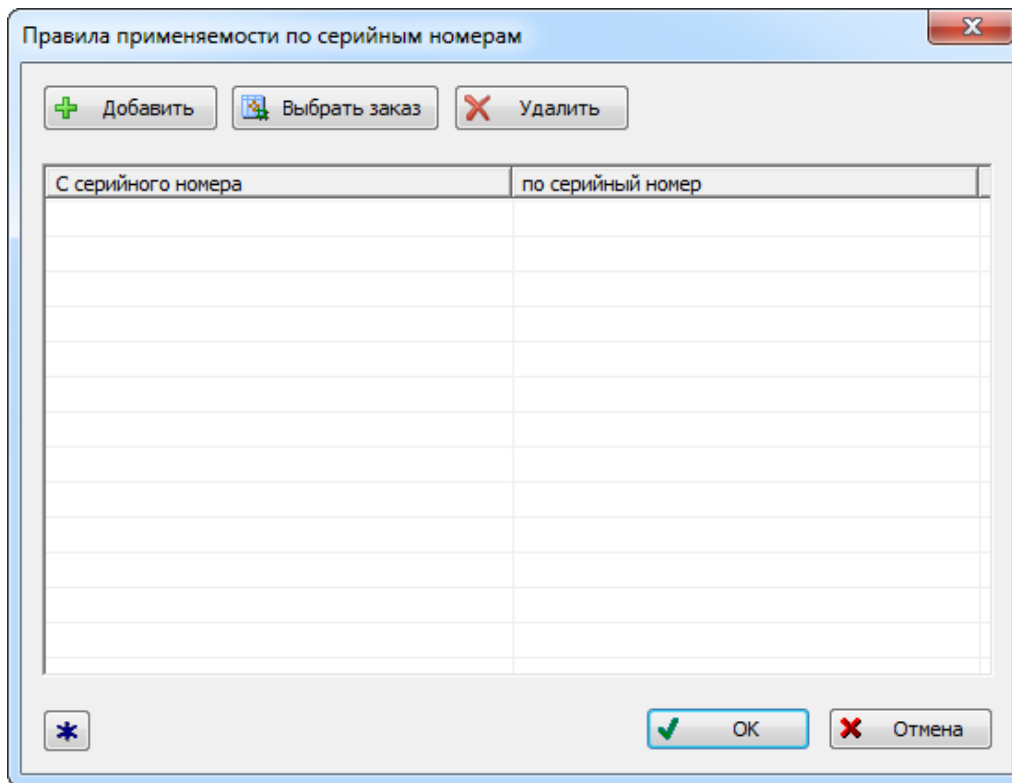

Рис. 10-233 – Окно «Правила применяемости по серийным номерам»
3) Нажать кнопку «Заводские номера» панели «Применяемость» на ленте (рис. 10-233).